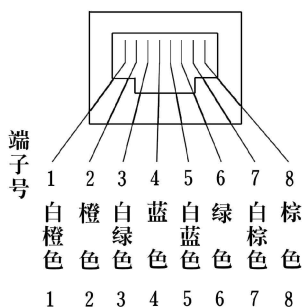

图 11 RJ-45 接头的制作
- 利用剥线钳剥出约 1cm 的双绞线。将 4 对 8 芯线严格按图 11 双绞线与端子连接的顺序排好，插入 RJ-45 接头，每芯线必须接触到接头的最深点，双绞线表皮必须进入 RJ-45 接头底边内 7mm，以便接头牢固压在双绞线上。